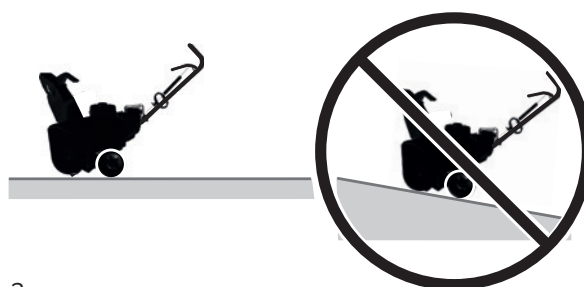

Рис. 3
1. Установите устройство на ровную поверхность (Рис. 3).